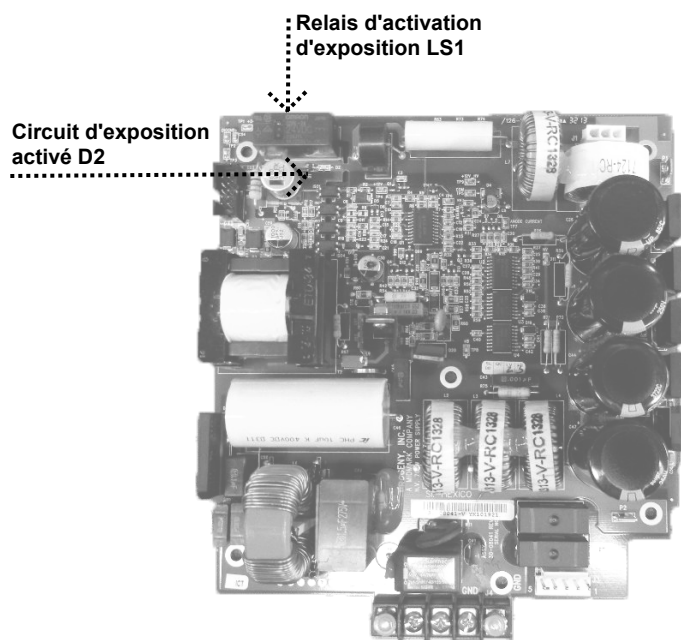

Figure 65
2. Si l'indicateur du tableau de commande émet un son, mais pas celui de la carte logique, observez la DEL D2 de la carte d'alimentation et écoutez si le relais LS1 s'active sur cette même carte (*Figure 65*). La DEL D2 doit s'allumer lors de la demande d'exposition. Si ce n'est pas le cas, vérifiez l'état du câble ruban reliant la carte d'alimentation et la carte logique. Si le câble ruban ne présente aucune anomalie, remplacez la carte logique.